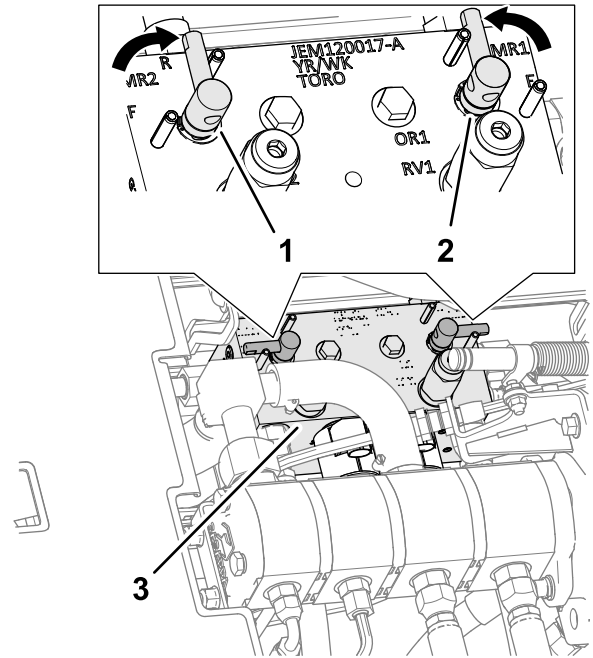

図 152
- 運転席のラッチのロックを外して運転席を倒す刈り込みマニホールドが見える 図 152。
- バックラップレバーをR逆転位置にセットする 図 152。